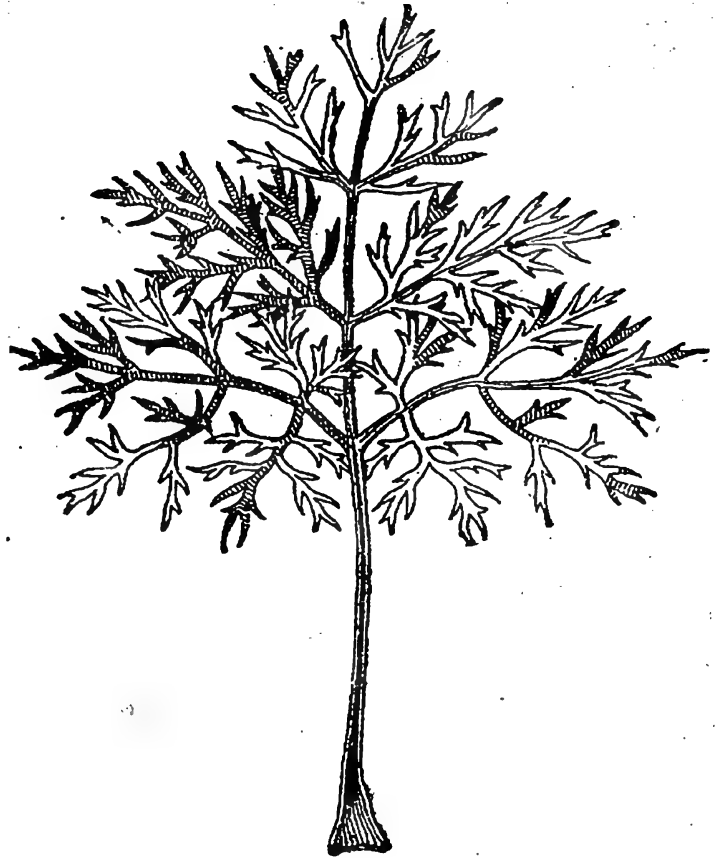

Fig. 2. — Une feuille de carotte.
**2. Les feuilles.** — Portées par une longue queue, creusée en gouttière du côté du milieu de la plante (*fig. 2*), les feuilles sont découpées en fines dentelures. La base de la queue s'élargit, de sorte que les feuilles se recouvrent l'une l'autre au point d'attache (*fig. 3*).